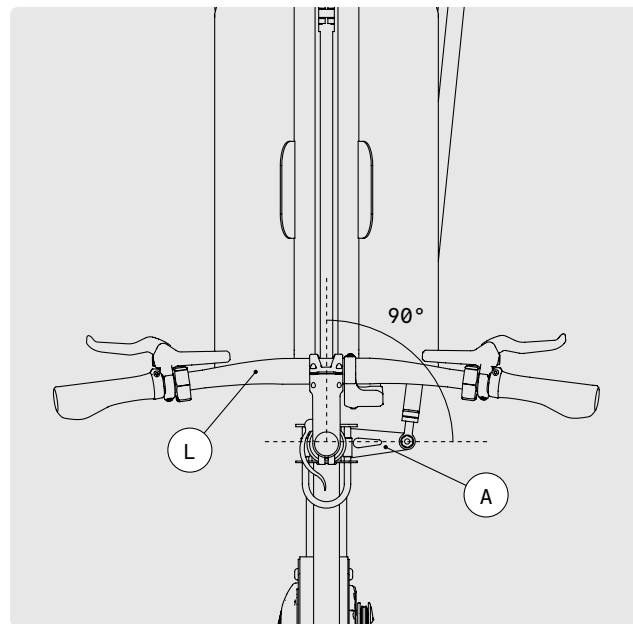

ABB. 30
Eine Spurverstellung liegt dann vor, wenn der Ausleger A bei gerade ausgerichtetem Lenker L und geradem Vorderrad nicht mehr im 90° Winkel zum Rahmen steht wie in Abb. 30.
- 1 Lösen Sie die Kontermutter der Augenschraube mit einem 17er Maulschlüssel (Abb. 30).